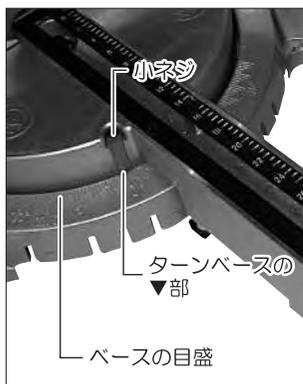

図21
- ①本機を定規付支え板側（後側）にスライドさせ、スライド軸を固定してください。次にハンドルを下げて、ストッパーツマミで固定してください。
- ②ターンベースの▼部とベースの角度調整目盛0度を合わせてください。（図21参照）